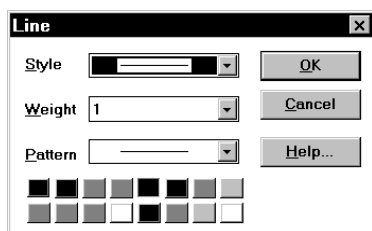

Figura 25. Cuadro de diálogo para la modificación de las propiedades de una línea
- f) **Line** (Línea). Esta opción habilita el modo de dibujo de líneas. Las líneas se añaden haciendo clic y manteniendo pulsado el botón izquierdo del ratón en el origen de la línea se debe arrastrar éste al punto final de la línea, liberando finalmente el botón izquierdo del ratón. Haciendo un doble clic sobre la línea se accede al cuadro de diálogo de la Figura 25 que permite cambiar algunas propiedades de la línea dibujada.